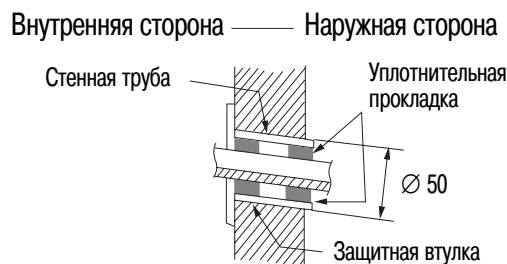

Рис. 13
2. Сделайте отверстие для труб (Ø 50) в стене с небольшим наклоном вниз в сторону наружного блока (рис. 13).